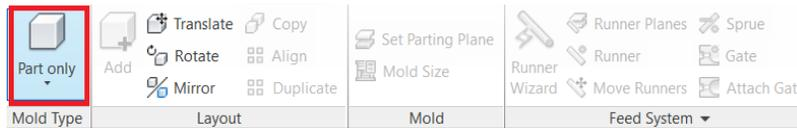
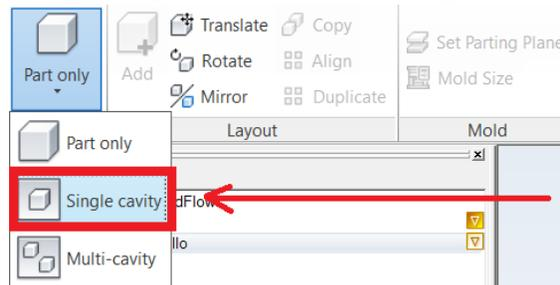

Figura 6.23 Menú Part only
Figura 6.24 Selección de una solo cavidad.
- En el menú superior, dar click en el botón **Part only** (Figura 6.23), en donde posteriormente seleccionar **Single cavity** (Figura 6.24), debido a que nuestro molde cuesta únicamente de una pieza.